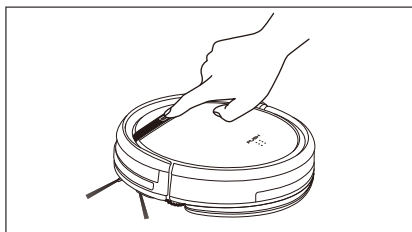

Figura 4
5. Cierre la tapa del robot, pulse en el botón «CLEAN» para empezar la limpieza en húmedo. No hay succión al vacío durante la limpieza en húmedo (Figura 4)